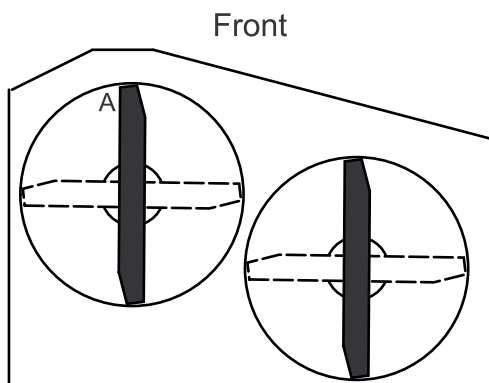

Figure 62
3. Placez la machine sur une surface plane, et tournez une lame dans le sens longitudinal. Mesurez au point **A** et entre la surface plane et le bord coupant des pointes des lames (Figure 62)